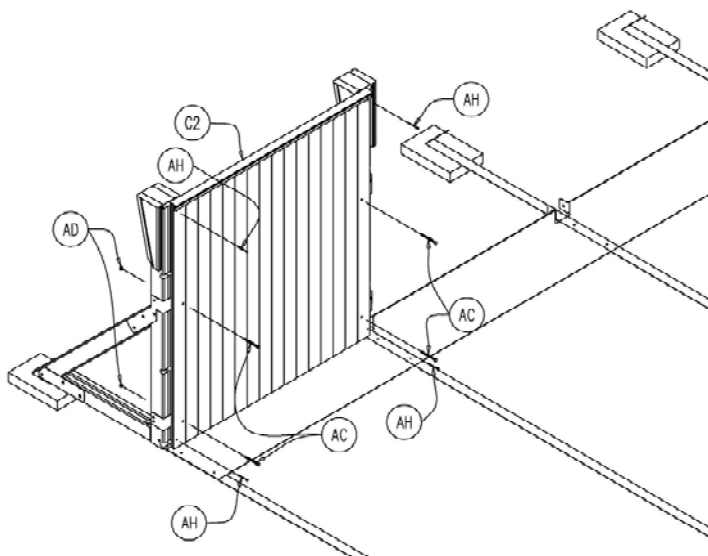

Figure 4.1
Les panneaux sont fixés à l'aide de boulons (AC) et d'écrous (AD) sur chacune des jambes de force montées préalablement. Tel qu'indiqué à la figure 4.1, il est impératif de fixer le haut et le bas de chacun des panneaux sur les poteaux avec les vis à bois (AH).